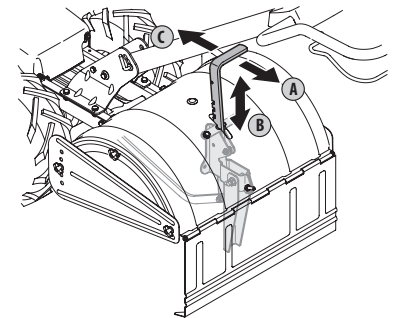

Figura 10
Tire la ménsula de ajuste de profundidad hacia atrás (A) y empuje hacia abajo (B) hasta que la ménsula alcance la muesca más alta. Vea la Figura 10. Luego suelte la ménsula (C).